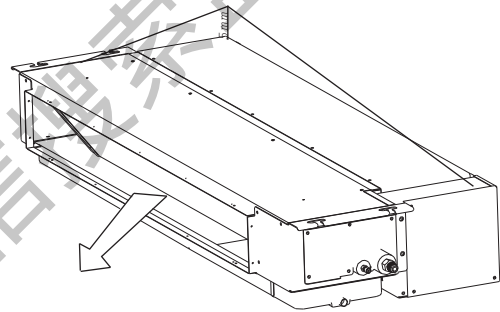

图5.7 顶面倾斜度
- 室内机的右后角略微低于其他角 $0\sim 5\text{mm}$, 以利于排水(见图5.7)。